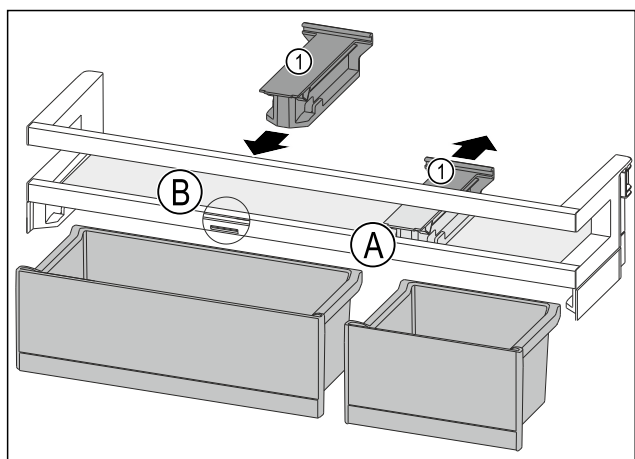

Fig. 125
- ▶ 将定位件 Fig. 125 (1) 向后拉至位置 Fig. 125 (A)。
- ▶ 将定位件 Fig. 125 (1) 插入至位置 Fig. 125 (B)。